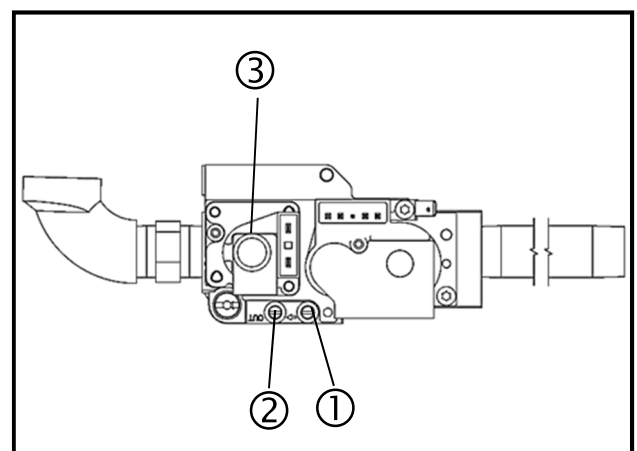

Fig. 16: Unidad de ignición y control (una etapa)
- ⇒ Abra la boquilla de prueba (1). (Fig. 16)
⇒ Abra la boquilla de prueba (2). (Fig. 16)